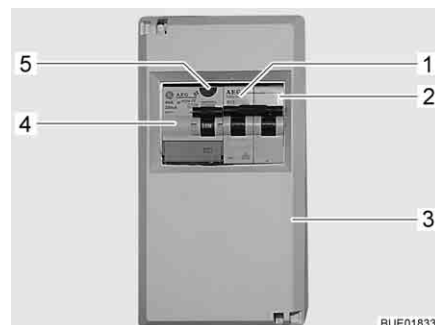

Fig. 154 Caja de fusibles de 230 V con interruptor de protección de línea e interruptor FI
Un interruptor de corriente de defecto (interruptor FI) (Fig. 154,4) en la caja de fusibles (Fig. 154,3) asegura el vehículo completo contra corriente de defecto (0,03 A).
El interruptor de protección de línea conectado en serie (10 A) (Fig. 154,2) asegura las cajas de enchufe de 230 V, el equipo de alimentación de corriente, el cargador adicional y el frigorífico.
En los vehículos con equipamiento especial, p. ej. la instalación de aire acondicionado, un interruptor de protección de línea adicional (16 A) (Fig. 154,1) asegurará el aparato.
- Si el vehículo está conectado a la alimentación de 230 V, pulsar la tecla de prueba (Fig. 154,5). Se debe activar el interruptor de corriente de defecto (FI).